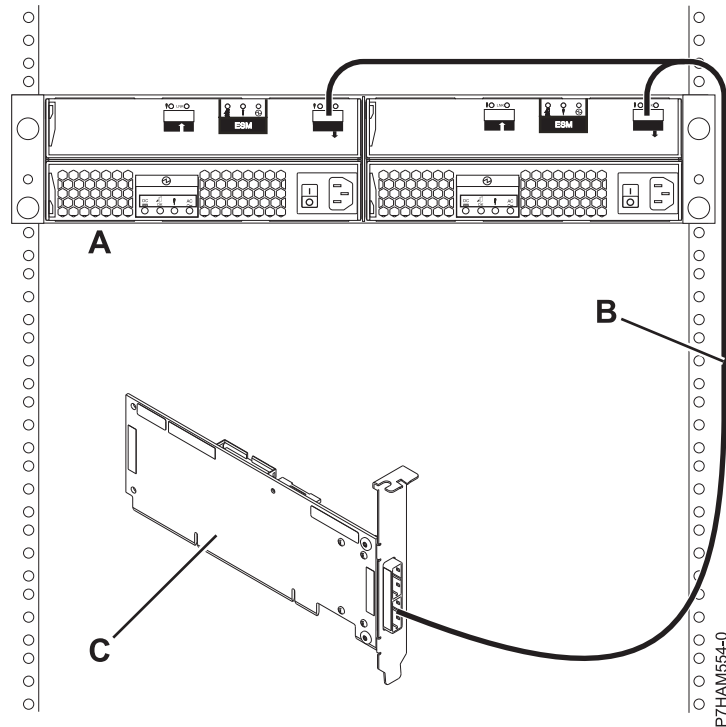

図 29. YO ケーブルを使用した単一 SAS アダプターへの 1 台の 5886 ディスク・ドライブ・エンクロージャーの接続
5. 77 ページの図 29 に示すように、YO ケーブル (B) を使用した単一 SAS アダプター (C) への 1 台の 5886 ディスク・ドライブ・エンクロージャー (A) への接続を行います。